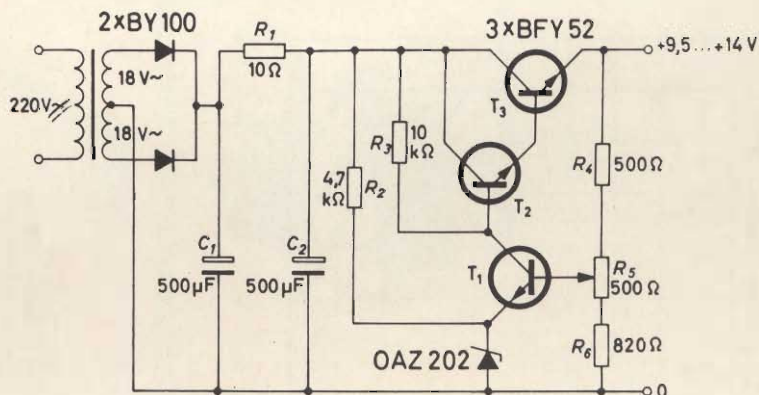

Fig. 1 - Schema elettrico dell'alimentatore stabilizzato capace di dare una tensione di uscita compresa tra 9,5 e 14 V.
**I**n fig. 1 è riportato il primo dei tre alimentatori stabilizzati. Il suo funzionamento è in tutto convenzionale. La tensione continua di ingresso dello alimentatore è fornita da un convenzionale circuito raddrizzatore di due semionde. Segue un filtro a  $\pi$  formato da  $C_1$ ,  $R_1$  e  $C_2$ . La tensione di riferimento che deve essere presente sull'emettitore di  $T_1$  viene fornita dal diodo zener OAZ 202 alimentato dal resistore  $R_2$ . Il valore di questa tensione di riferimento è + 5,6 V.
In definitiva, quindi, la tensione emettitore-base del transistor  $T_1$  risulterà direttamente proporzionale alle variazioni della tensione di uscita dell'alimentatore. Ma il transistor  $T_1$ , come risulta evidente dallo schema di fig. 1, è in grado di pilotare i transistori  $T_2$  e  $T_3$  collegati in cascata.
Fig. 2 - Schema elettrico di una versione migliorata dell'alimentatore stabilizzato di fig. 1. La variante consiste nell'aver sostituito il transistor  $T_1$  di fig. 1 con un amplificatore differenziale.
Alimentatore di fig. 1	$\leq 5\%$
Nell'alimentatore di fig. 1	2%